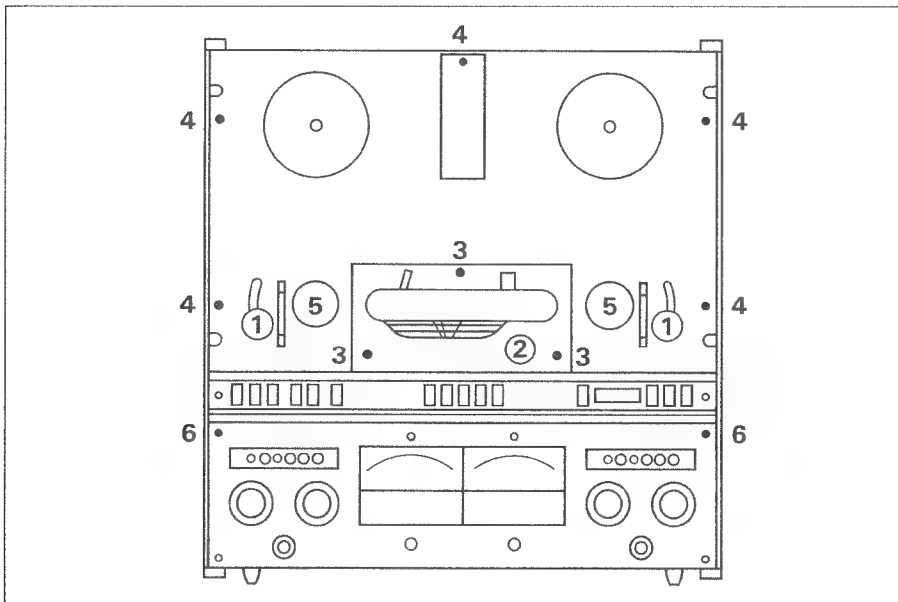

Fig. 4.2.5
- Die beiden oberen Schrauben [6] lösen (Fig. 4.2.5). VU-Meter-Panel kann nach unten geklappt werden.
- Loosen the 2 screws [6] (fig. 4.2.5). The VU-meter panel can now be swung downwards.
- Dévissez les deux vis [6] (fig. 4.2.5). Le panneau des VU-mètres peut maintenant être rabattu vers le bas.